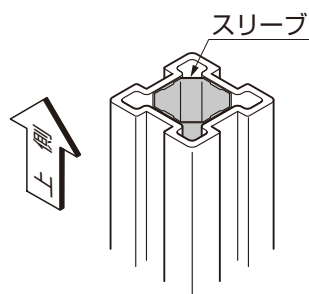

図1-1 主柱
- 主柱には上下の区別があります。スリーブが固定されている方が上側になります。(図1-1参照)